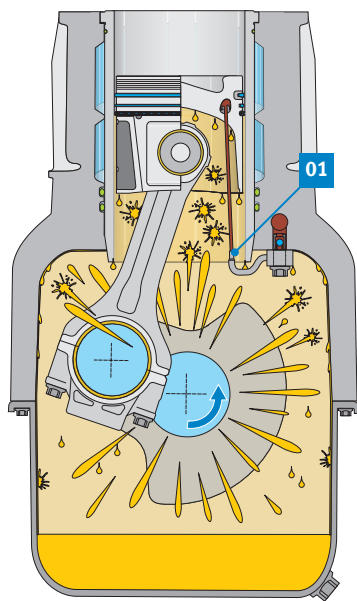

Fig. 2: Lubricación directa e indirecta de componentes mediante aceite de inyección y aceite proyectado
La Fig. 2 muestra la situación de lubricación de un motor con revoluciones medias. Con más revoluciones hay suficiente presión de aceite, de modo que las válvulas de los inyectores de aceite se abren para suministrar aceite limpio a los canales de aceite refrigerante de los pistones (01).